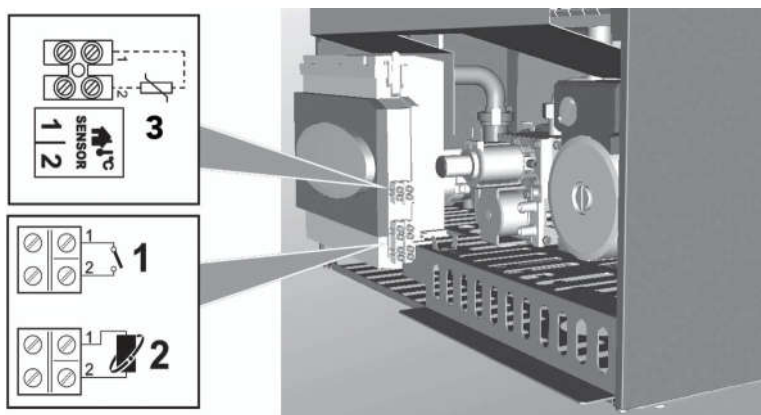
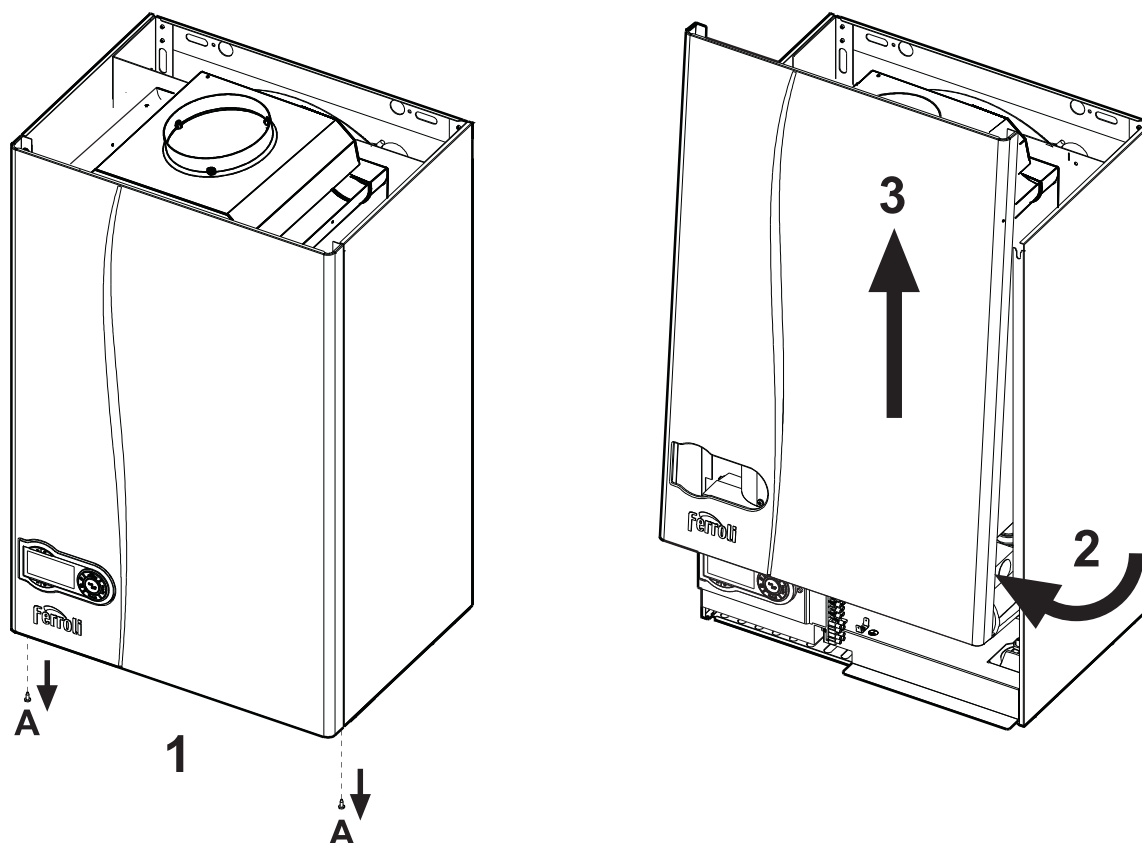

fig. 18 - Toegang tot het elektrische klemmenbord
fig. 20 - Openen van de ommanteling
Nadat u het voorste paneel van de ketel (zie fig. 20) verwijderd heeft, kunt u toegang krijgen tot het klemmenbord voor de aansluiting van de externe sonde (detail 3 fig. 18), van de omgevingsthermostaat (detail 1 fig. 18) of van de timerafstandsbediening (detail 2 fig. 18).
1. Draai de schroeven A (zie fig. 20) los.
2. Draai de ommanteling (zie fig. 20).